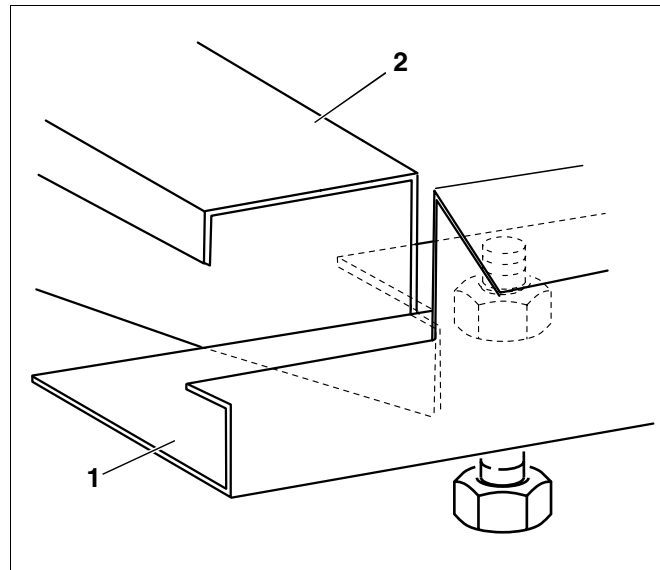

Рис. 39 Продольная планка на поперечной траверсе
- Установить продольную планку (рис. 39, **поз. 1**) с вырезом спереди на вырез поперечной траверсы (рис. 39, **поз. 2**).